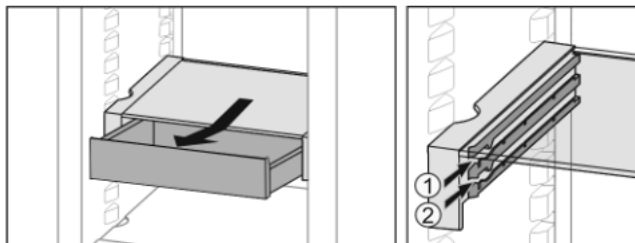

Fig. 35
- ▶ Inserire all'altezza desiderata Fig. 35 (1) o Fig. 35 (2).